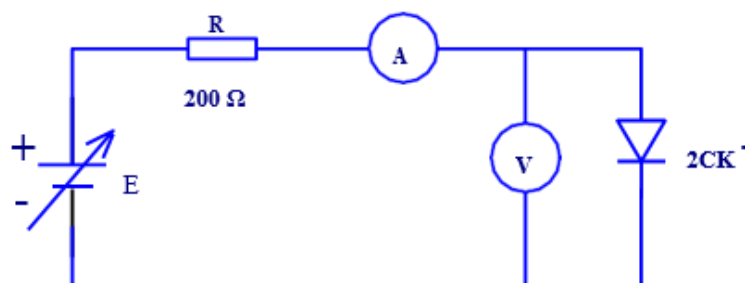

图. 11-1 正向
- 正向：按图 11-1 接好正向测量电路，确认无误后接通稳压电源，调节电源电流输出分别为表中数值，用万用表测量二极管对应电压，并填入表格：